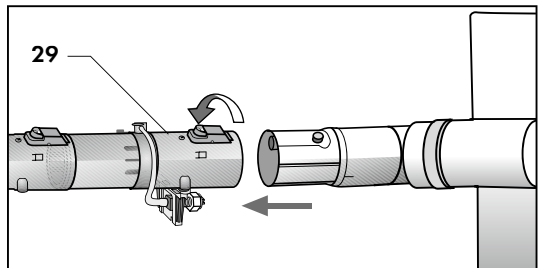

Fig. 14
- introduire le bout femelle du nébuliseur dans la partie terminale de la brosse en tournant la couronne de blocage des deux éléments **(Fig. 14)**